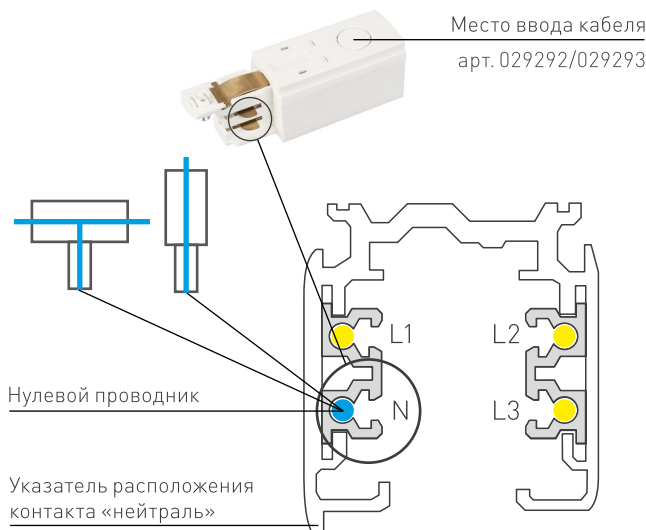

Рисунок 2. Выбор коннектора в зависимости от расположения нулевого контакта на шинопроводе
2. На корпусе комплектующих есть соответствующие обозначения стороны расположения «нейтрали» (рис. 2).